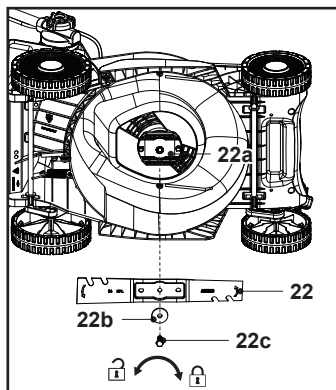

Fig. 22
- Substitua a lâmina de corte (22) por uma nova do mesmo tipo. Verifique primeiro o estado do suporte da lâmina (22a) no fuso e, em seguida, fixe a lâmina de corte (22) no suporte da lâmina (22a), alinhando-a com os padrões no suporte da lâmina (22a), fixe o conjunto com a anilha plana (22b) e o parafuso de fixação (22c) e aperte manualmente.
- Segure firmemente a lâmina de corte (22) com uma mão protegida com uma luva resistente e/ou com um pau de madeira e aperte o parafuso de fixação (22c) para a direita com um binário mínimo de 25 Nm e máximo de 30 Nm para garantir um funcionamento seguro da máquina (Fig. 22).